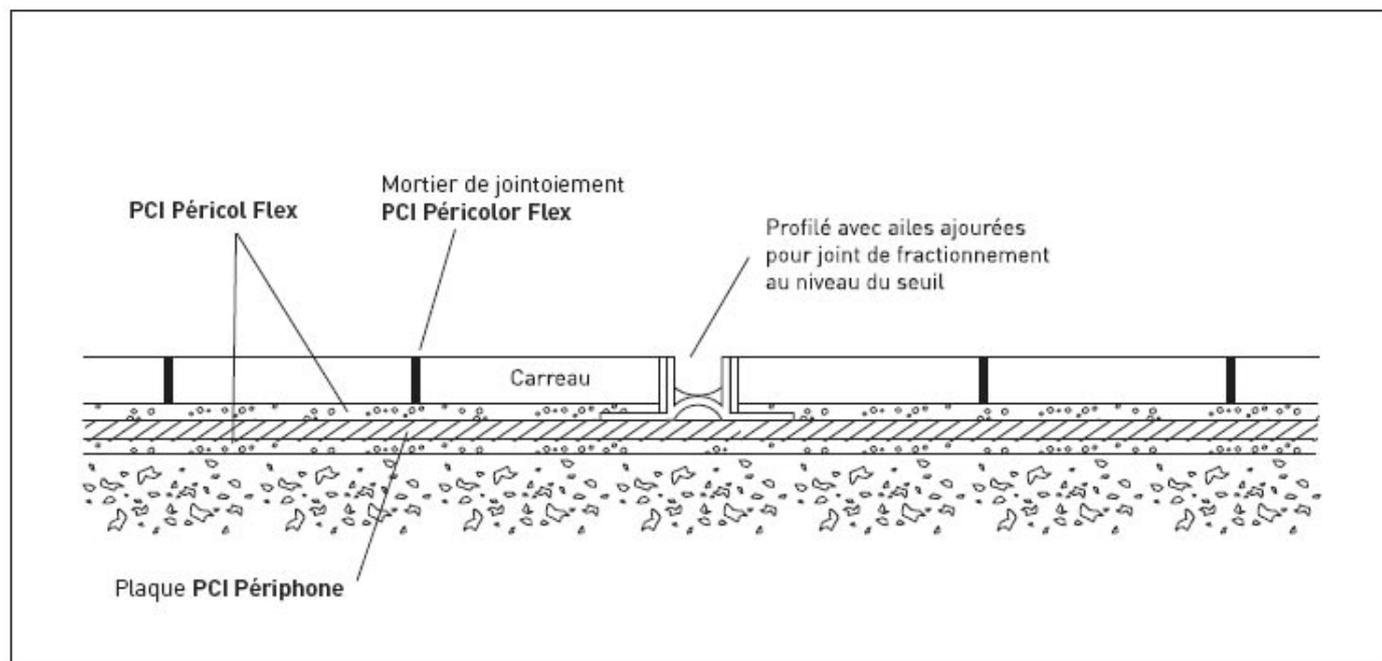

Figure 8 – Traitement des joints de fractionnement du revêtement
4.44 Joints de fractionnement du carrelage (figure 8)